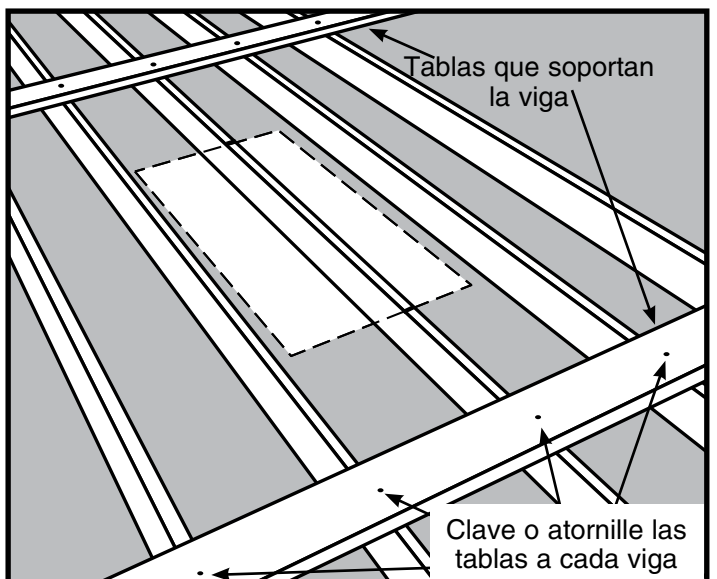

Figura 9
PASO 2. Corte 2 tablas de tamaño de viga lo suficientemente largas para abarcar 2 vigas en cada lado de su ubicación elegida (Vea la Figura 9). Estas tablas soportarán las vigas que serán cortadas y ayudarán a evitar que el cielo raso se combe o colapse completamente mientras usted está trabajando en el espacio superior.
PASO 3. Coloque estas tablas a aproximadamente 24 pulgadas del borde de su ubicación elegida y clávelas (Vea la Figura 9).